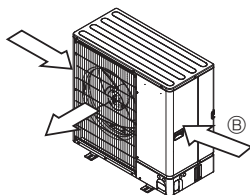

Fig. 2-6
- 3) Poziționați unitatea astfel încât gura de evacuare a aerului să sufle perpendicular pe direcția din care bat vânturile sezoniere, dacă este posibil. (Fig. 2-6)